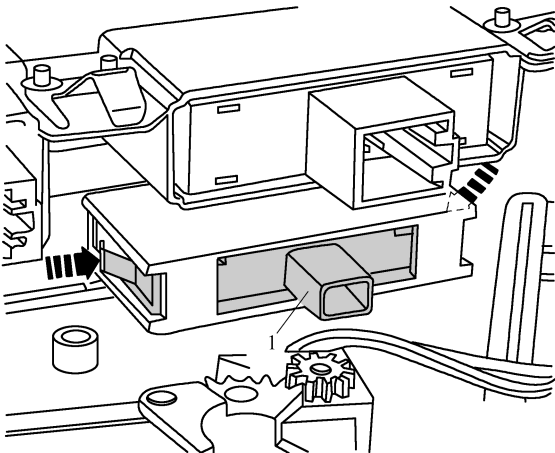

图 6-2-22 取出前乘客侧安全气囊关闭指示灯 K145
(5) 脱开插接器。
(6) 如图 6-2-22 所示，松开左右固定夹头(箭头所示)，并将前乘客侧安全气囊关闭指示灯 K145 编号 1 从装饰板上连同仪表板排风口一起取出。若 LED 损坏，就必须整体更换前乘客侧安全气囊关闭指示灯 K145 的外壳。